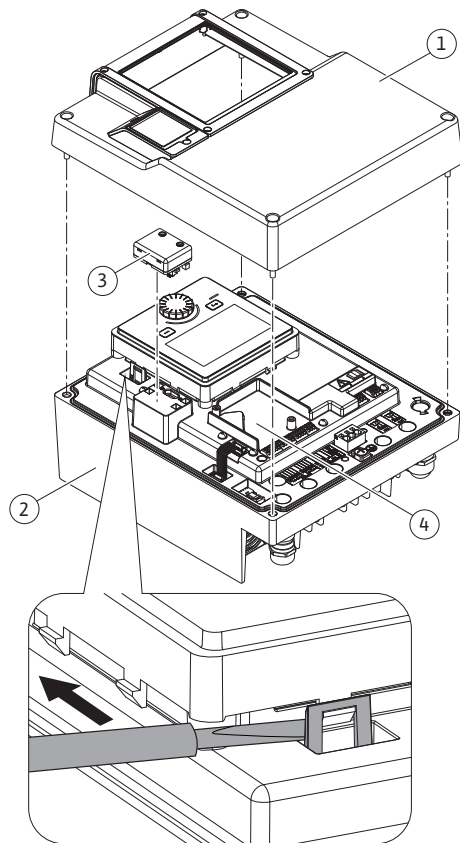
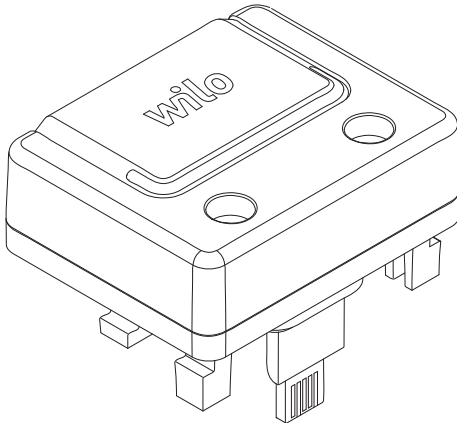

Fig. 30: Ηλεκτρονική μονάδα
Fig. 31: Wilo-Smart στοιχείο Connect BT
1. Ανοίξτε προσεκτικά τα άγκιστρα (Fig. 30) με ένα εργαλείο (π.χ. κατσαβίδι).
Η διεπαφή Bluetooth Wilo-Smart Connect module BT (Fig. 30, θέση 3 και Fig. 31) εξυπηρετεί στη σύνδεση σε φορητά τερματικά όπως smartphone και tablet. Στην εφαρμογή Wilo-Assistant App υπάρχει η λειτουργία Wilo-Smart Connect. Με τη λειτουργία Wilo-Smart Connect μπορείτε να χειριστείτε και να ρυθμίσετε την αντλία και να διαβάσετε τα στοιχεία αντλιών. Για τις ρυθμίσεις βλέπε κεφάλαιο "Θέση σε λειτουργία" [► 57].
1. Ξεβιδώστε τέσσερις βίδες του επάνω τμήματος της ηλεκτρονικής μονάδας (Fig. 30, θέση 1 - Fig. 1, θέση 2).
3. Τοποθετήστε το στοιχείο BT Wilo-Smart Connect στην προβλεπόμενη διεπαφή Wilo-Connectivity Interface. Βλ. Fig. 30, θέση 3.
Τα στοιχεία CIF (αξεσουάρ) εξυπηρετούν την επικοινωνία μεταξύ αντλιών και συστήματος διαχείρισης κτιρίων. Τα στοιχεία CIF τοποθετούνται στην ηλεκτρονική μονάδα (Fig. 30, θέση 4).